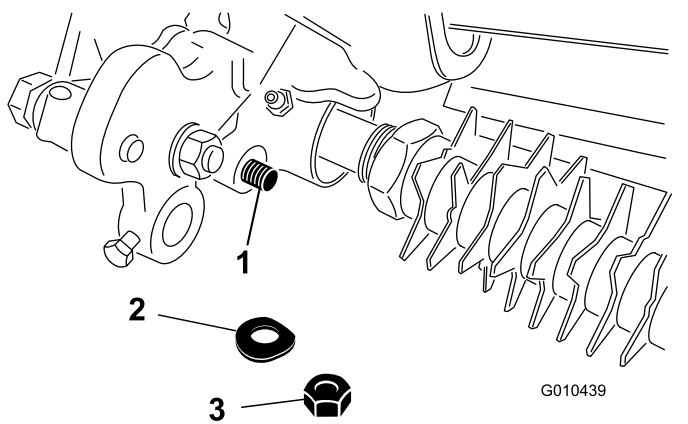

图28
3. 卸下将剪草高度臂组件杆端固定至疏草刀驱动组件上的锁紧螺母和膜片式弹簧垫圈 图28。